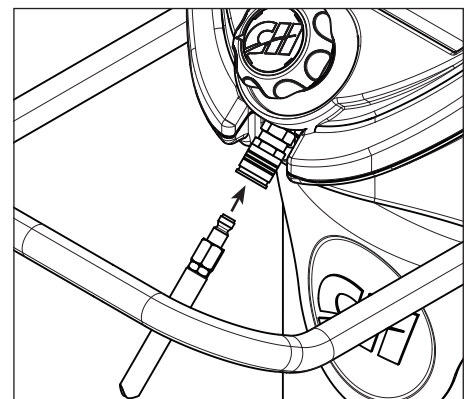

Figura 16 - Conecte la manguera al compresor
2. Conecte la otra manguera al acople ubicado debajo del regulador de presión tirando totalmente hacia atrás el manguito en el acople, luego presione la manguera en el acople y suelte el maguito (Vea la figura 16).